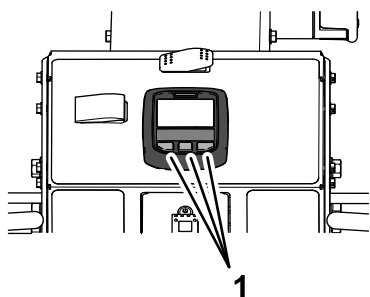

Figura 31
3. Premete uno qualsiasi dei tasti dell'InfoCenter (Figura 31).